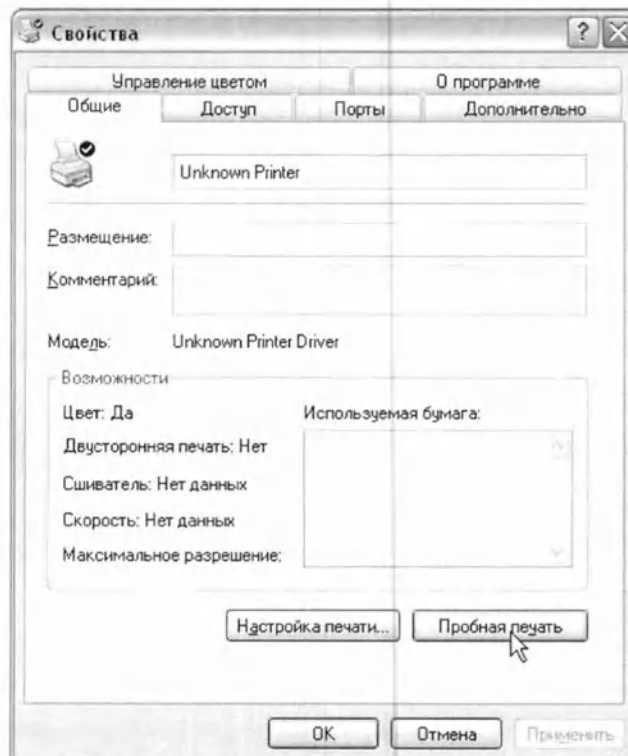

Рис. 6.18 Окно свойств принтера
4. в открывшемся окне свойств принтера, на закладке «Общие», нажать кнопку «Пробная печать» (см. рис. 6.18).